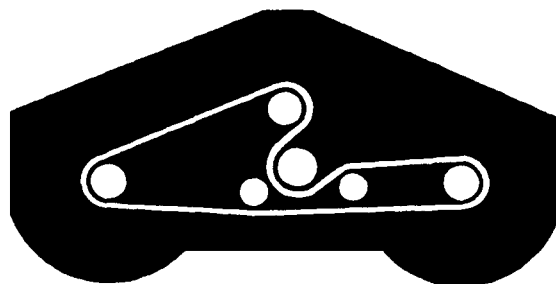

Figura 14
5. Coloque la correa nueva alrededor de las poleas según muestra la Figura 14.